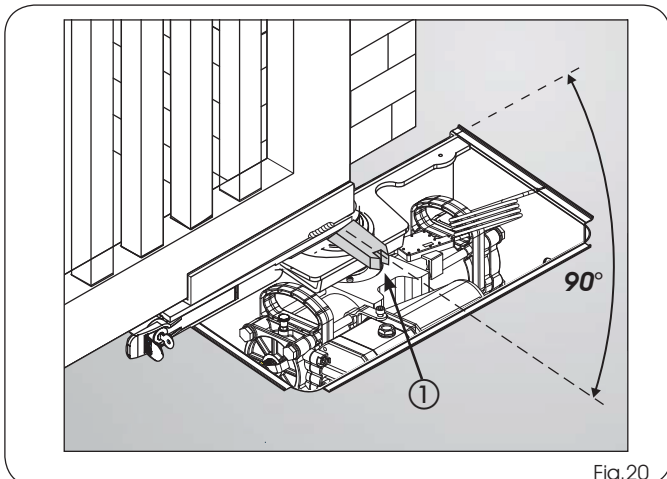

Fig.20
11) Amener le portail débloqué dans la position ouverte en vérifiant que la partie de déblocage dégagée du portail **reste dans la position de portail fermé** comme d'après la figure 20 réf. ①.